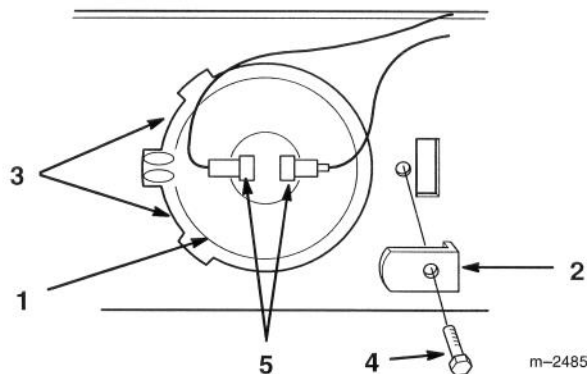

Abbildung 36
3. Die Schraube entfernen, mit der der Haltebügel befestigt ist (Abb. 36).
4. Die Birne hochziehen und aus der Fassung drehen (Abb. 36).
1. Die Indexboxe horizontal ausrichten und die Birne unter die Zungen an der linken Seite der Fassung drehen (Abb. 36).
2. Die Birne mit dem Haltebügel in der Fassung halten und mit der Schraube befestigen (Abb. 36).
3. Die Kabelstecker auf die Birnenklemmen schieben (Abb. 36).